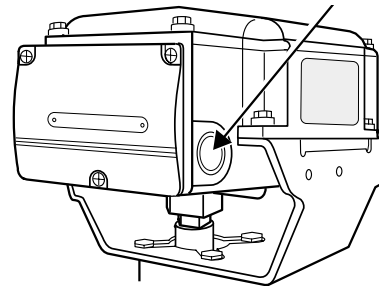

图8 敲落孔（用于接线端口）
- 2) 在将缆线连入执行器时, 制作敲落孔作为接线端口使用。在执行器接线盒两侧有两个敲落孔。每一侧各有一个 $\phi 22$ mm敲落孔。根据导管安装方向选择敲落孔, 使用螺丝刀轻轻敲出一个敲落孔。（参见图8）